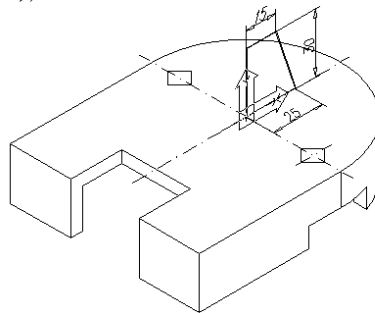

Рис.7.7. Построение конуса
- Текущую ПСК повернем вокруг оси X на  $90^{\circ}$  (рис.7.7).
- Для построения усеченного конуса в текущей ПСК построим полилинией замкнутый четырехугольник из точки 0,0. На рис.7.7 пока-
➤ Командой **ВРАЩЕНИЕ (REVOLVE)** повернем исходный профиль вокруг оси  $Y$  на  $360^0$  (рис.7.7) и объединим его с основанием детали командой **ОБЪЕДИНИ (UNION)**. Теперь это один твердотельный объект.